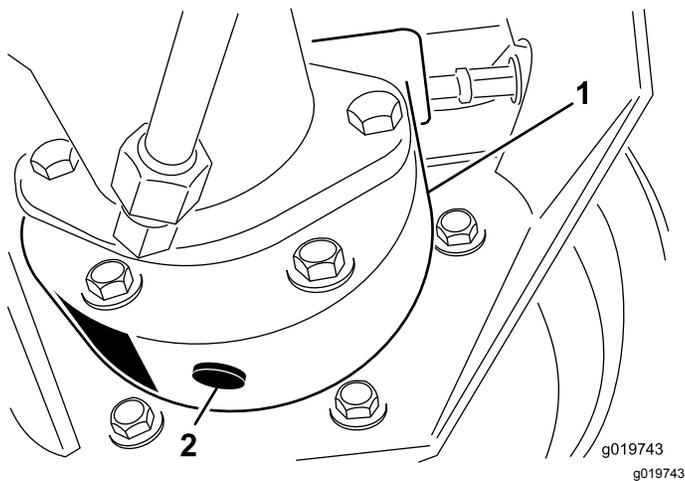

Figura 44
- Coloque o recipiente de escoamento por baixo da caixa do travão, retire o tampão e deixe o óleo escorrer para o recipiente (Figura 44).